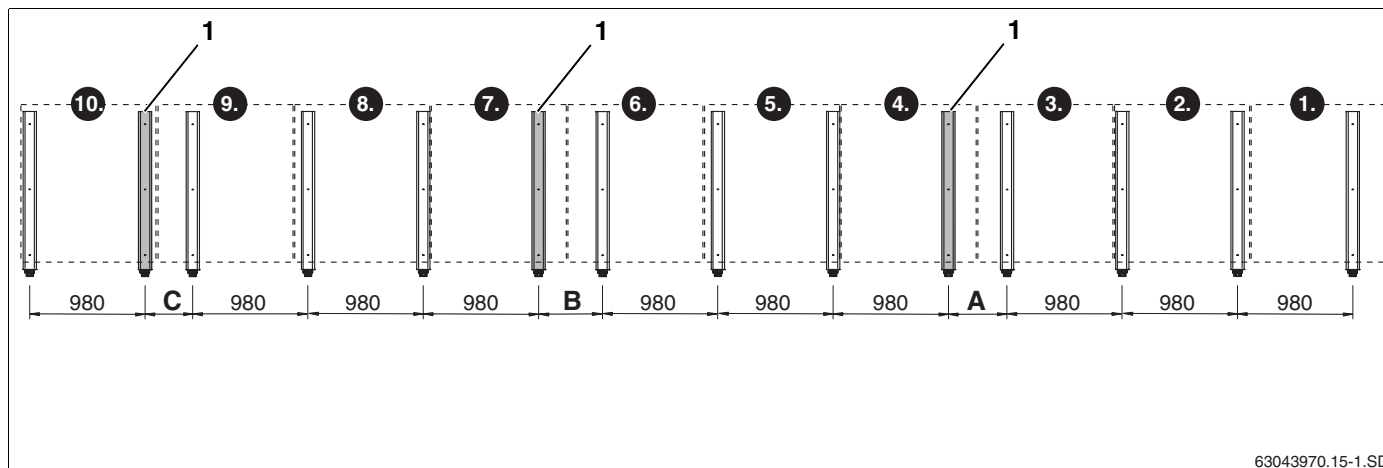

Fig. 23 Versione di base in presenza di 10 collettori verticali (dati in mm)
In caso di montaggio verticale, il 4°, il 7° e il 10° collettore necessitano ciascuno di un supporto supplementare (fig. 23, **pos. 1**).